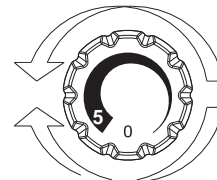

Fig. 2
- El ajuste de temperatura de ambos compartimentos se realiza girando la rueda del termostato (Fig. 2).